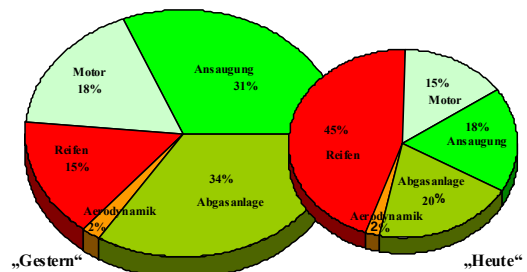

Abbildung 3: Entwicklung Geräuschzusammensetzung Gestern-Heute
Eine Herausforderung beim heutigen Sound Design liegt in der veränderten Geräusch-Zusammensetzung, die sich aus den abnehmenden Grenzwerten von 84 auf heute 74 dB(A) ergeben hat (Abbildung 3).